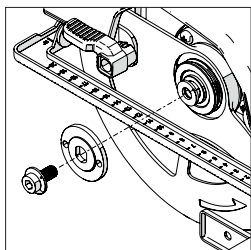

Fig. 4
- Con la llave hexagonal suministrada, afloje y retire el tornillo de cabeza hueca del eje, las fijaciones asociadas y el borde exterior de la hoja. (Fig. 4)